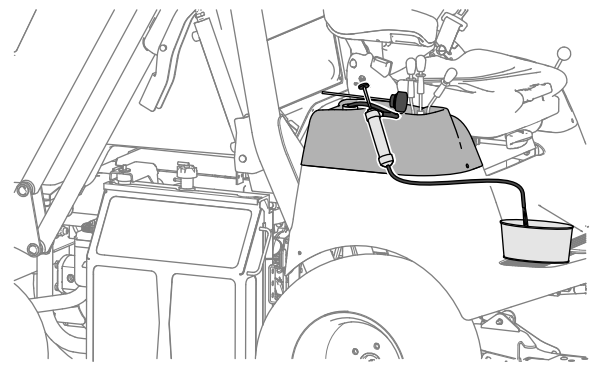

Figura 101
- Utilice una bomba de sifón para vaciar el depósito hidráulico (Figura 101).